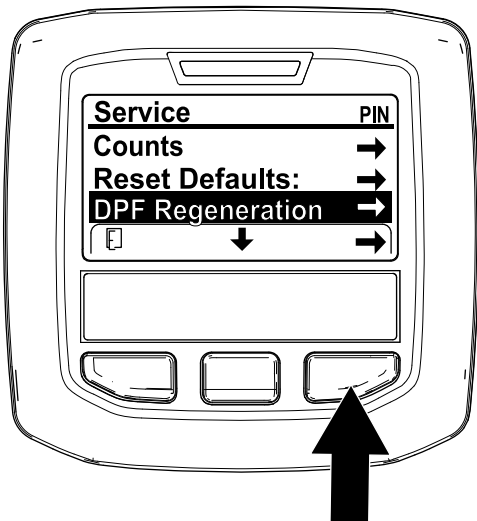

Figure 28
1. Dans le menu Entretien, utilisez le bouton central pour naviguer jusqu'à l'option DPF REGENERATION (régénération du FAP) (Figure 28).